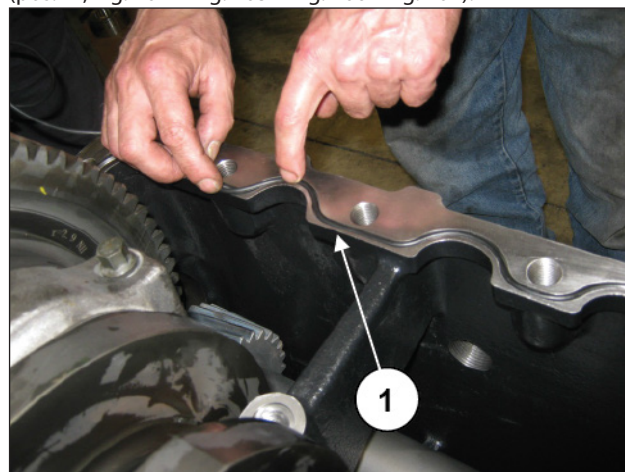
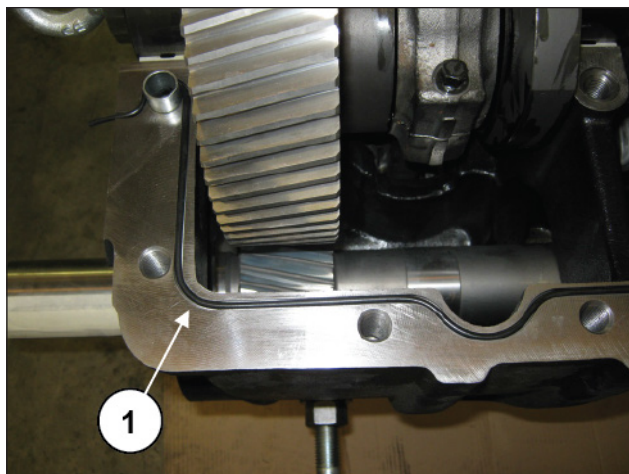
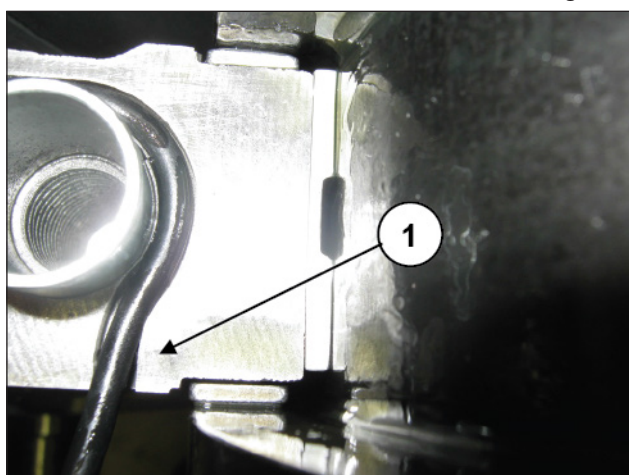
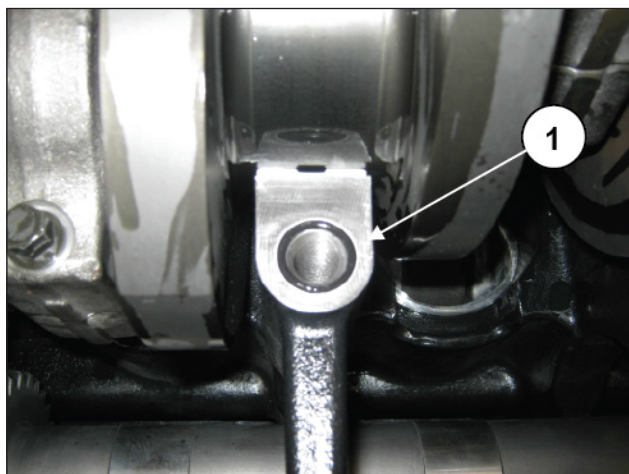

Fig. 104
Fig. 105
Fig. 106
Fig. 107
Insira os vedantes OR nos locais do plano do cárter dianteiro (pos. ①, Fig. 104 – Fig. 105 – Fig. 106 – Fig. 107).